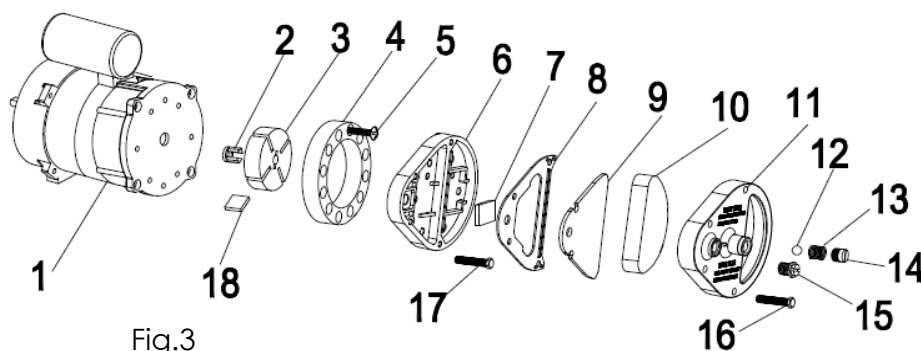

Fig.3
Nettoyer les filtres à air. Retirez le couvercle du filtre (11), lavez le filtre d'admission d'air (10) avec un détergent léger et séchez-le soigneusement avant de le réinstaller. Remplacez le filtre d'admission d'air (9) une fois par an (Fig.3)